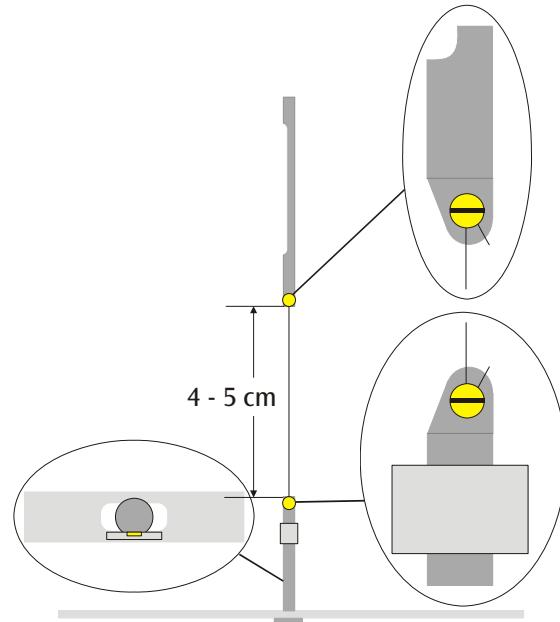

Fig. 3 Rappresentazione schematica del pendolo di torsione (sezione sinistra: asta sospesa con sospensione inferiore dall'alto)
- Avvitare la sospensione inferiore nel centro dell'asta sospesa interna. A questo riguardo, accertarsi che la superficie dello specchio sia parallela all'asta sospesa (vedere Fig. 3).
- procedimento, assicurarsi che il filo non venga schiacciato. Il filo dovrebbe passare il più possibile al centro tra le due sospensioni (vedere Fig. 3).